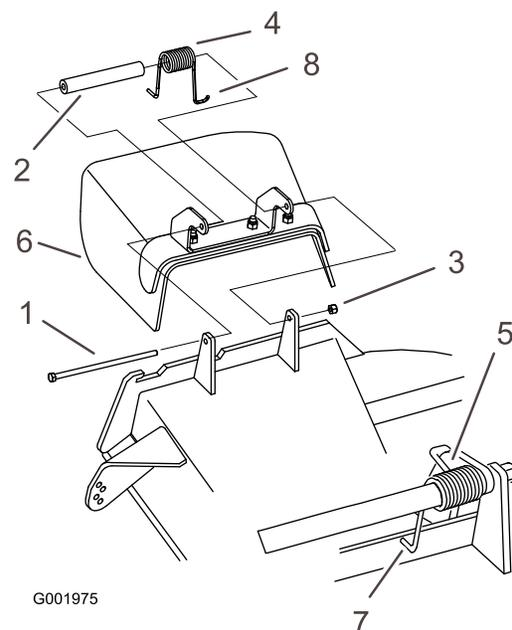

Figura 60
1. Togliete il dado di bloccaggio, il bullone, la molla e il distanziale che fissano il deflettore alle staffe orientabili del tosaerba (Figura 60). Togliete il deflettore di sfalciatore se è danneggiato o consumato.
- Nota:** Verificate che l'estremità a **L** della molla si trovi dietro il bordo del piatto di taglio prima di montare il bullone, come illustrato nella Figura 60.
3. Montate il bullone e il dado. Infilate l'estremità a gancio **J** della molla attorno al deflettore dello sfalciatore (Figura 60).